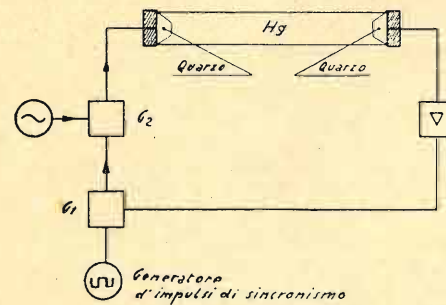

Fig. 10. - Registro a linea di ritardo super-sonica.
Una linea di ritardo è essenzialmente costituita (fig. 10) da un tubo metallico riempito di mercurio, terminato con due elettrodi collegati internamente a due cristalli di quarzo.
c) lettura: con la stessa esplorazione continuata il pennello elettronico si modula e riproduce in uscita il primitivo segnale (che può anche essere osservato direttamente sullo schermo fluorescente). Mediante un processo rigenerativo analogo a quello schematizzato in fig. 10, il segnale di uscita viene riapplicato all'entrata. La «lettura» non implica necessariamente il cancellamento della «memoria»;